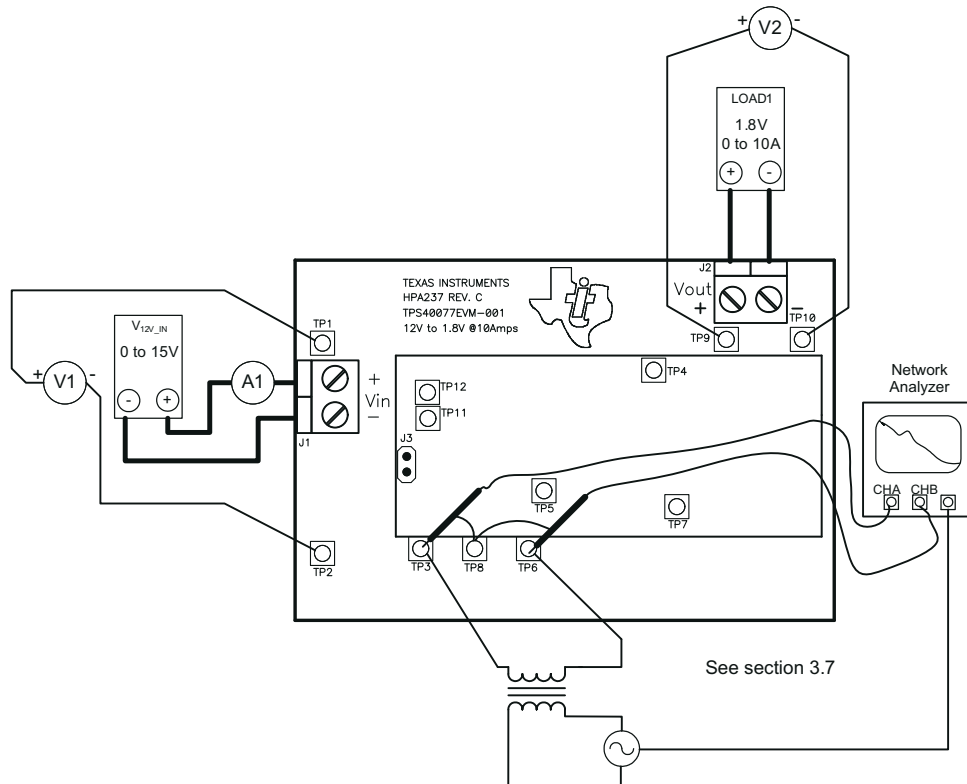

图 3-4. 控制环路测量设置
1. 将  $1kHz$  至  $1MHz$  隔离变压器连接到  $TP3$  和  $TP6$ ，如图 3-4 所示。
2. 将输入信号幅度测量探头 (通道 A) 连接到  $TP3$ ，如图 3-4 所示。
3. 将输出信号幅度测量探头 (通道 B) 连接到  $TP6$ ，如图 3-4 所示。
4. 将通道 A 和通道 B 的地线连接到  $TP8$ ，如图 3-4 所示。